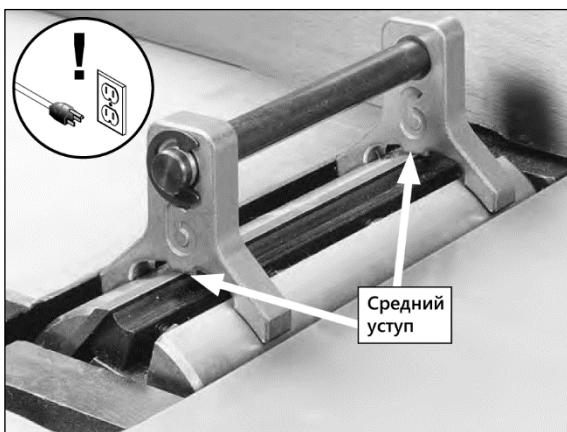
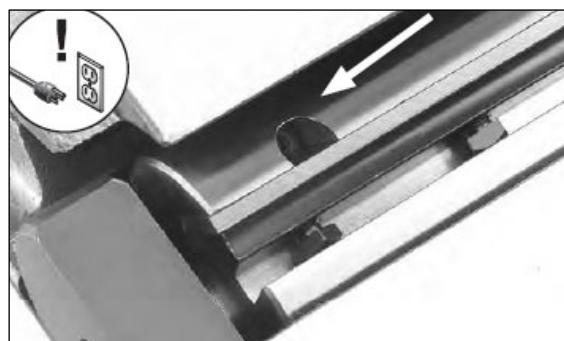

Рисунок 55.
Рисунок 57.
- Расположите устройство для установки ножей на строгальный вал, прямо на нож (рис. 55).
- Расположите устройство для установки ножей над ножом (рис. 55).
- При помощи шестигранника 2,5 мм, вращайте регулировочные винты (рис. 57), чтобы поднять или опустить нож. Когда нож установлен правильно, он будет слегка касаться уступов устройства для установки ножа (рис. 55). Закрутите болты клиньев с усилием достаточным, чтобы удержать лезвия на месте. Установите остальные ножи аналогичным образом.